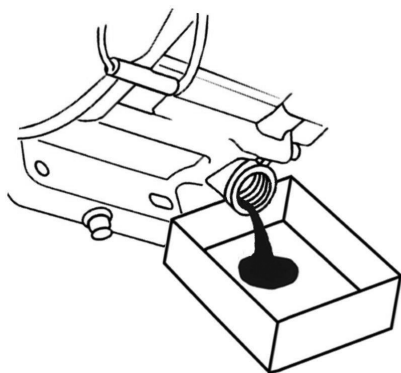

Рис. 14. Замена масла в двигателе
4. Очистите от загрязнений зону вокруг маслосливной горловины. Извлеките крышку-щуп из маслосливной горловины (Рис. 14) и протрите щуп чистой ветошью.
5. Подставьте ёмкость для масла под маслосливную горловину, вместе с помощником наклоните генератор в сторону маслосливной горловины и слейте отработанное масло в подготовленную для этого емкость через маслосливную горловину (Рис. 14).